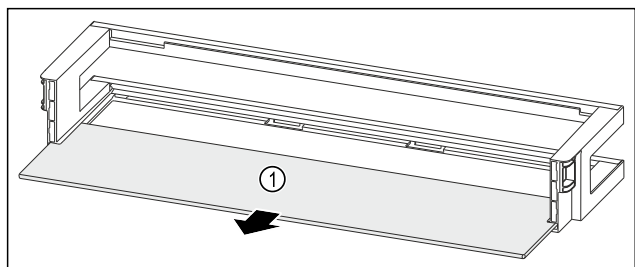

Fig. 84 Vratna polica z odlagalno polico
- ▶ Odstranite polico za odlaganje Fig. 84 (1).